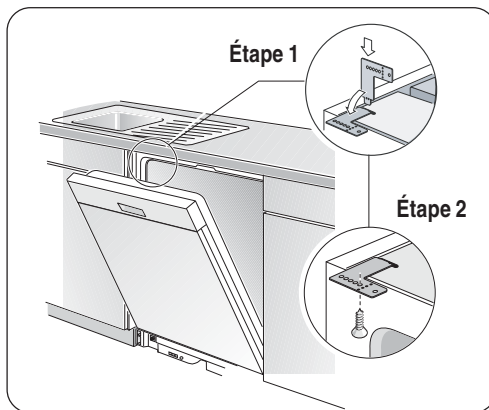

Figure 10
- 1 Sur le dessus** est utilisé pour les comptoirs fabriqués en bois ou autres matériaux pouvant être facilement percés. Orienter la fixation comme à la **figure 10** et positionner les 2 petites languettes sur la fixation sur les deux fentes des coins avant du lave-vaisselle. Pousser fermement sur les fixation pour insérer les languettes dans les fentes.